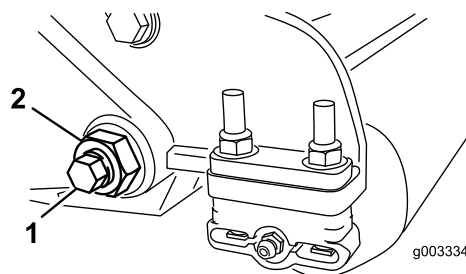

Рисунок 30
3. С каждой стороны машины ослабьте контргайку, крепящую болт планки неподвижного ножа (Рисунок 30).
- Удалите все болты планки неподвижного ножа, потяните планку вниз и отсоедините ее от машинного болта (Рисунок 30).